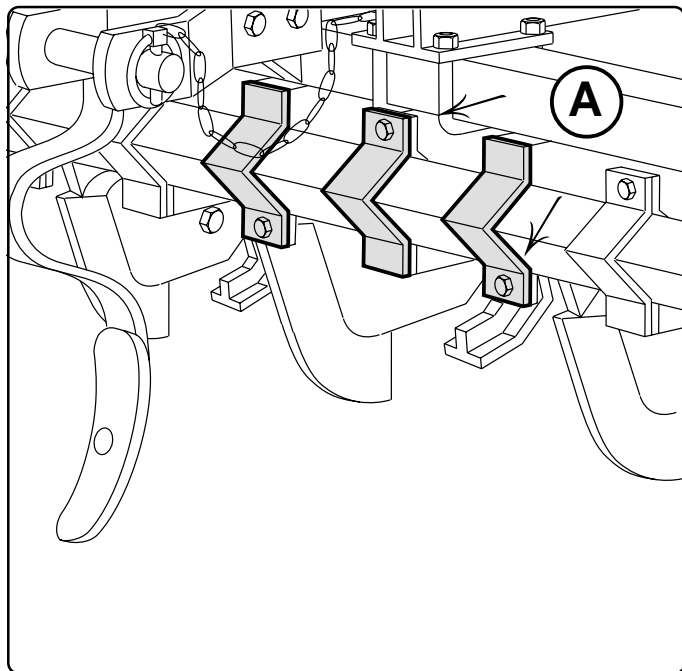
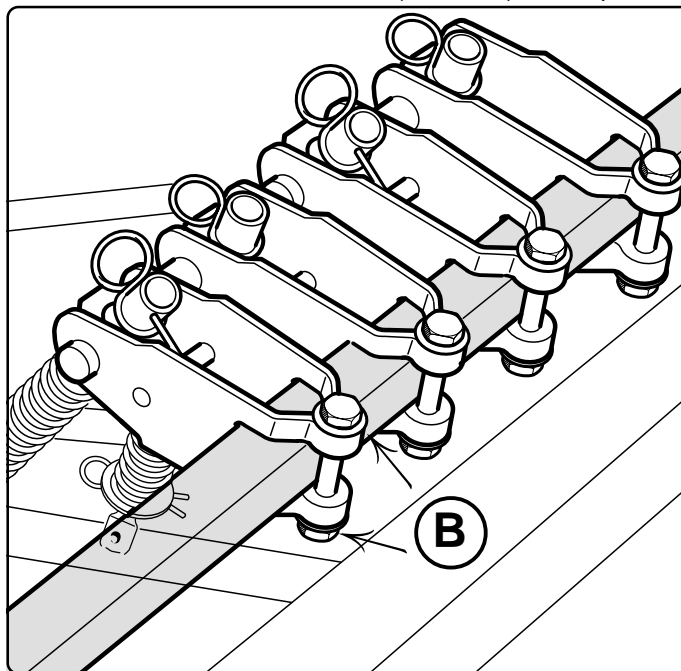
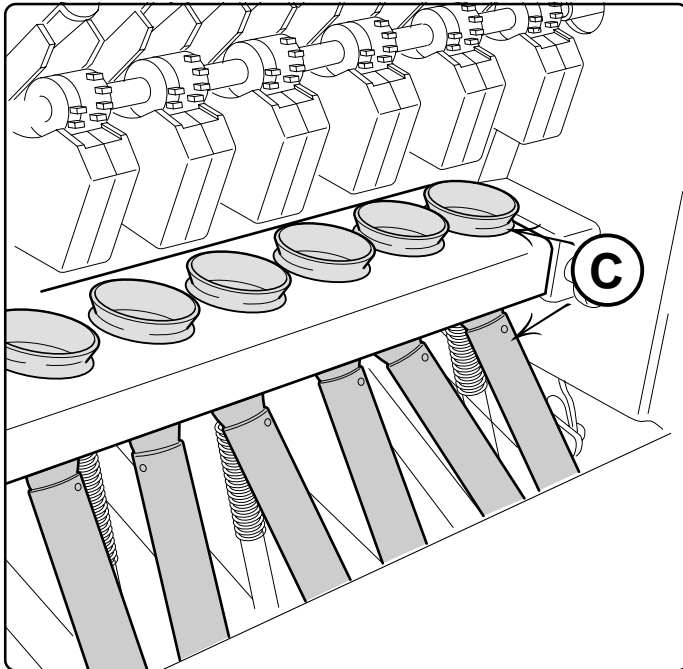

Fig. 17
Fig. 18
Fig. 19
- svitare la vite (A Fig. 17) dell'attacco assolcatore;
- svitare la vite (B Fig. 18) del pressamolla
- unscrew the screws (Fig. 17, A)
- unscrew the screws (Fig. 18, B).
- die Schrauben lösen (A Abb. 17)
- desserrer la vis (A Fig. 17)
- desserrer la vis (B Fig. 18)
Controllare che siano aperte solo le lamine dei distributori che hanno il tubo telescopico (C Fig. 19), tutte le altre devono essere chiuse.
Make sure that only the blades of the distributors that have the telescoping tube (Fig. 19, C) are open; all the others must be closed.
- die Schrauben lösen (B Abb. 18) Hat man die Anzahl der Organe zur Furchenziehung bestimmt, so werden diese in regelmäßigen Abständen zueinander positioniert und die Schrauben wieder festgezogen. Überprüfen, daß nur die Blätter der Säapparate, die das Teleskoprohr (C Abb; 19) haben, offen stehen, alle anderen müssen geschlossen sein.
Contrôler l'ouverture des lames des distributeurs qui ont le tube télescopique (C Fig. 19); toutes les autres lames seront fermées.
- destornillar el tornillo (A Fig. 17) - destornillar el tornillo (B Fig. 18). Una vez obtenido el número de surcadores deseados, es necesario ponerlos a la misma distancia (medida entre los órganos surcadores), y fijarla nuevamente con los tornillos. Controlar que estén abiertas sólo las planchas de los distribuidores que tienen el tubo telescópico (C Fig. 19) todas las demás tendrán que estar cerradas.